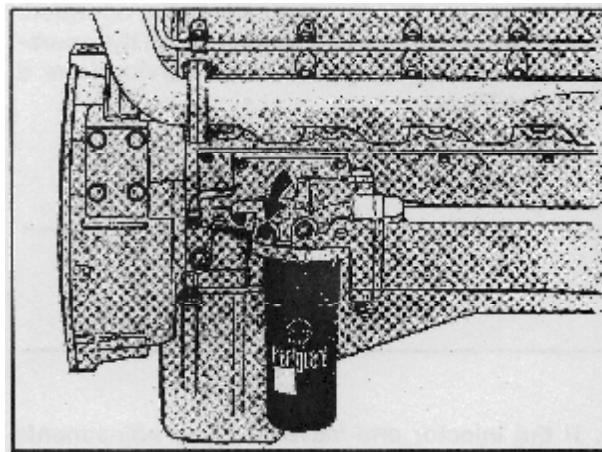
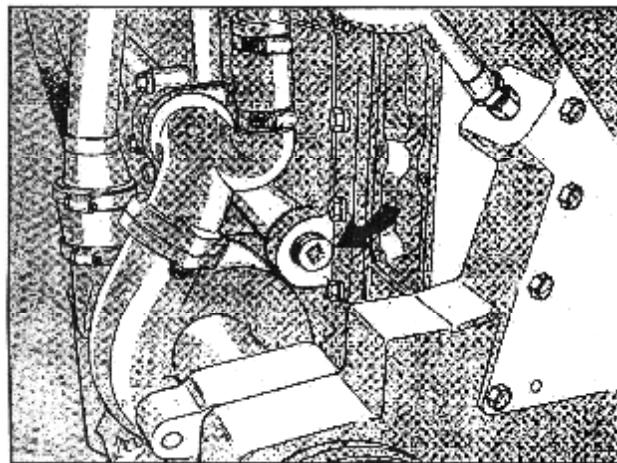

Рис. 1-2 (ОМ 1002 L) Точка заправки системы смазки. Двигатель VT-903.
Рис. 1-7 (OM1004L). Точка заправки системы смазки. Двигатель КТ/КТА 19 С.И.Д.
2. Удалите пробку перепускного канала синтетического масла на двигателе NH/NT-855, Рис. 1-1. Удалите пробку с головки корпуса масляного фильтра на V-образных двигателях, Рис. 1-2, 1-3, 1-4, 1-5, 1-6. На двигателях KT/KTA19 удалите пробку с торца корпуса маслоохладителя, рис. 1-7.